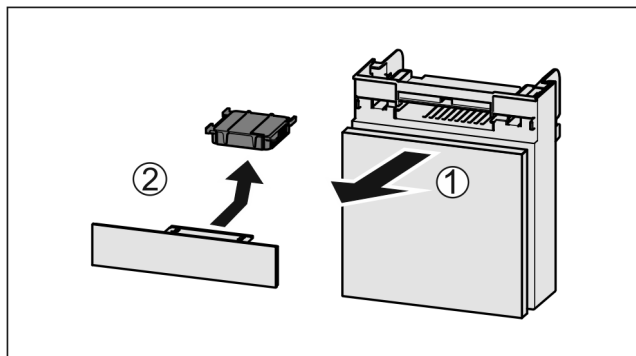

Fig. 233
- ▶ Вытянуть Fig. 233 (1) отделение движением вперед.
- ▶ Извлечение Fig. 233 (2) фильтра с активированным углем.